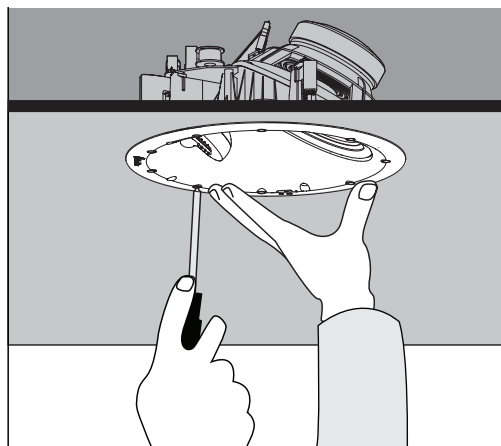

Figure 6
8. En tenant la lèvre avant de l'enceinte avec les pouces et les index, enfiler l'enceinte avec précaution dans l'ouverture découpée et la maintenir fermement en place (Figure 6).